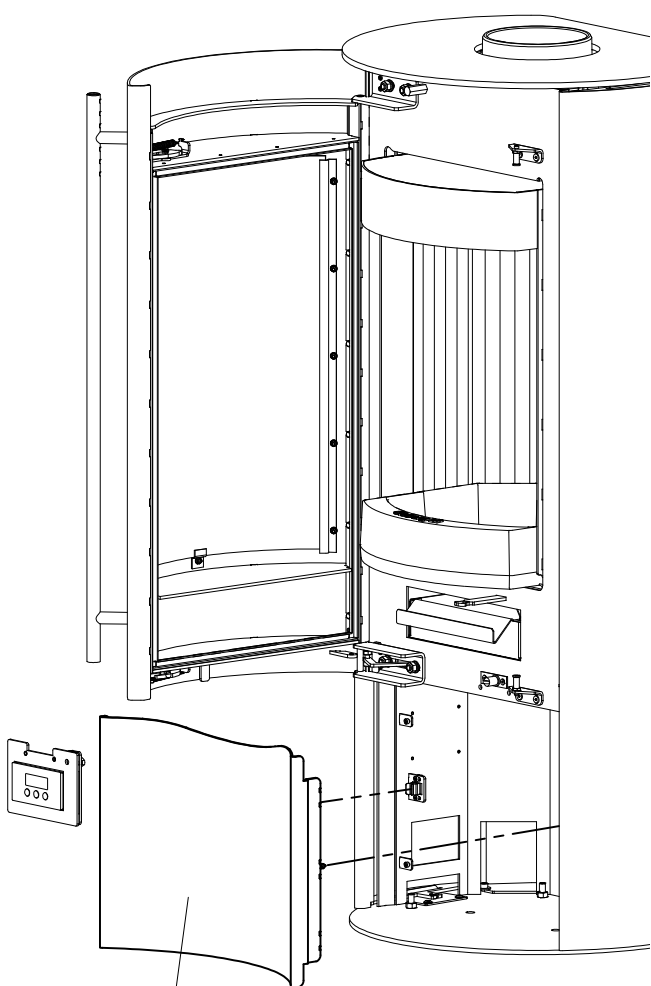

Fig.3
- Dégager le cache frontal inférieur avec précaution (Pos.8, Fig.3) en le tirant vers l'avant.
- Monter le cache frontal (8) inférieur (Fig.3). Veiller à guider les câbles de l'électronique devant l'appareil en passant au-dessus le cache frontal inférieur.